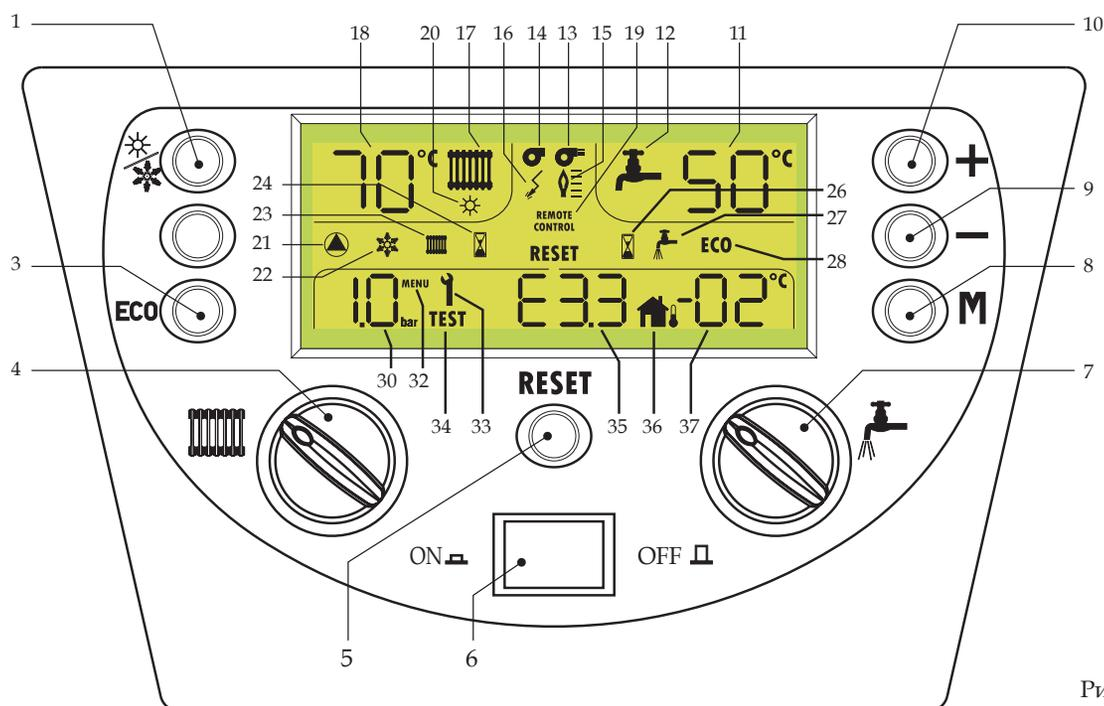

Рис. 1
В комфортном режиме котел греет воду до температуры, заданной ручкой 7, в экономичном режиме нагрев накопительного бойлера исключается, и котел работает только на нужды отопления. Для включения/отключения режима COMFORT достаточно нажать клавишу 3 (ECO  - 3 рис. 1). Когда включен режим Комфорт, надпись ECO исчезает с дисплея.
Клавиша ПЕРЕЗАПУСК служит для возобновления работы котла в случае его блокировки. Для перезапуска котла нажать клавишу 5 (ПЕРЕЗАПУСК (RESET) - рис. 1).
- Нажать клавишу ВКЛ/ВЫКЛ (ON/OFF) (см. рис. 1)
Нажать клавишу ВКЛ/ВЫКЛ (ON/OFF) (см. рис. 1)
Для выбора одного из двух режимов достаточно нажать клавишу 1  (рис. 1).